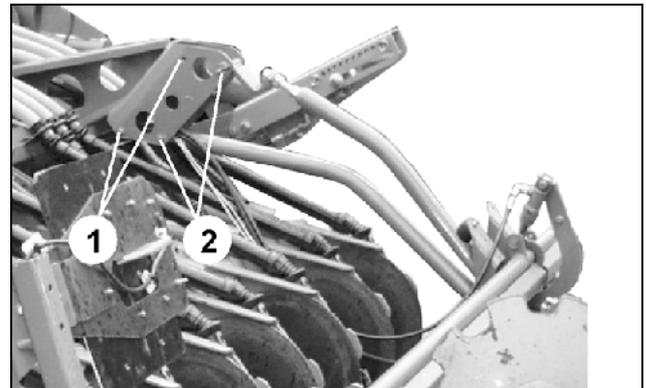

Fig. 37
- Utilisez les points de fixation (Fig. 37/1) avec les socs WS ou RoTec .
- Utilisez les points de fixation (Fig. 37/2) avec les RoTec +.